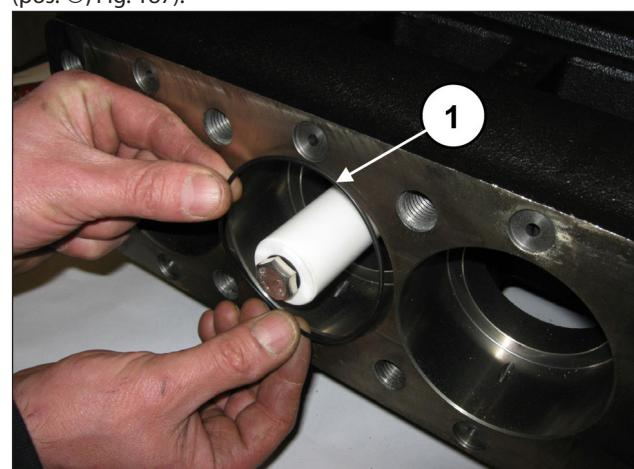

Fig. 186
Insira o O-ring dentro do cárter da bomba (pos. ①, Fig. 186) e em seguida o bloco da camisa + suporte das juntas (dotado do mesmo O-ring) anteriormente montado até o batente (pos. ①, Fig. 187).